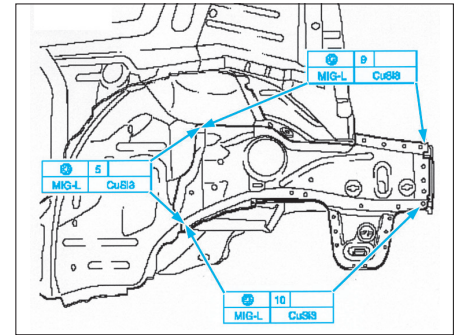
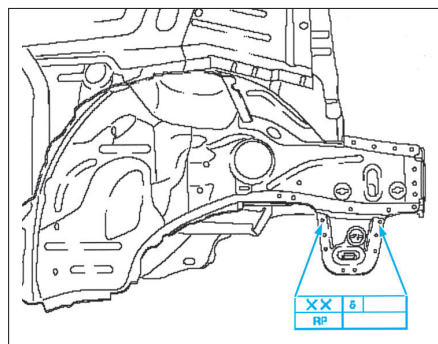

FIG. 20
FIG. 19
• Appliquer de l'adhésif structural de carrosserie sur le longeron. Souder complètement la tôle d'embout de longeron (Fig.19) et (Fig.20).